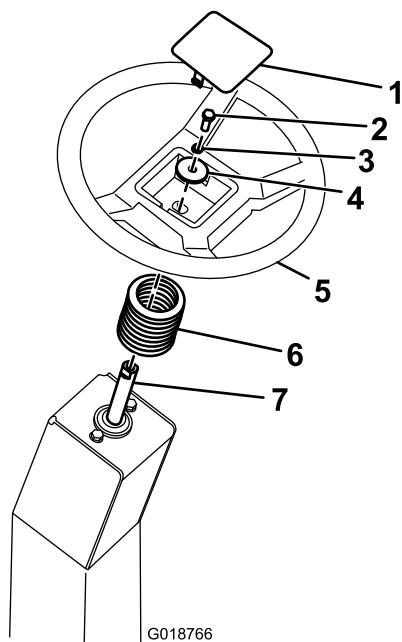

Figure 5
1. Glissez le carter d'arbre de direction sur l'arbre (Figure 5).